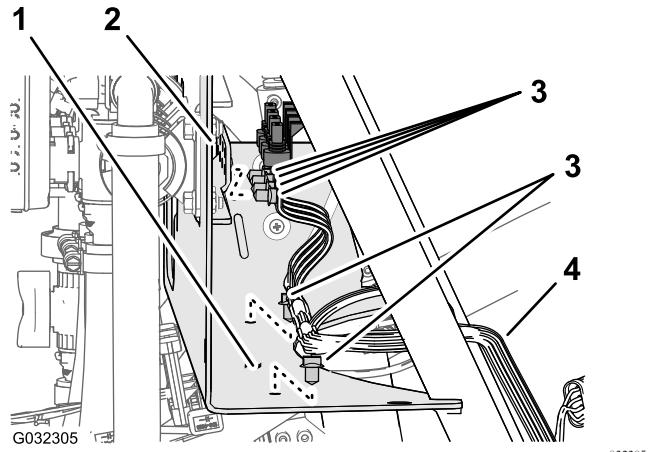

Figura 23
- Retire os fixadores de pressão que prendem a cablagem traseira aos orifícios no lado dianteiro e à placa inferior da montagem do coletor (Figura 23).